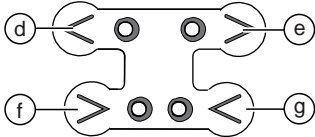

Fig. 3: Teclas y luces LED de avance/retroceso
4. Mantenga las teclas pulsadas hasta que los LED de las teclas de avance parpaddeen (fig. 3).